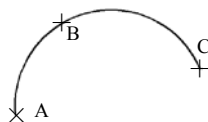

图 2.3.9 用“三点”创建圆弧
Step2. 在命令行 **ARC 指定圆弧的起点或 [圆心 (C)]:** 的提示下，指定圆弧的第一点 A。
Step3. 在命令行 **指定圆弧的第二个点或 [圆心 (C)/端点 (E)]:** 的提示下，指定圆弧的第二点 B。
Step4. 在命令行 **指定圆弧的端点:** 的提示下，指定圆弧的第三点 C，至此即完成圆弧的绘制，如图 2.3.9 所示。